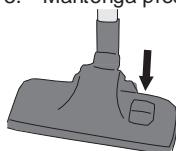

Figura 4 Moqueta o suelo duro
4. Seleccione el reglaje para aspirar moqueta o suelo duro accionando la clavija con el pie, véase la figura 4. Para superficies duras oprima la clavija de manera que el cepillo salga de la boquilla. Para moquetas tire hacia arriba la clavija